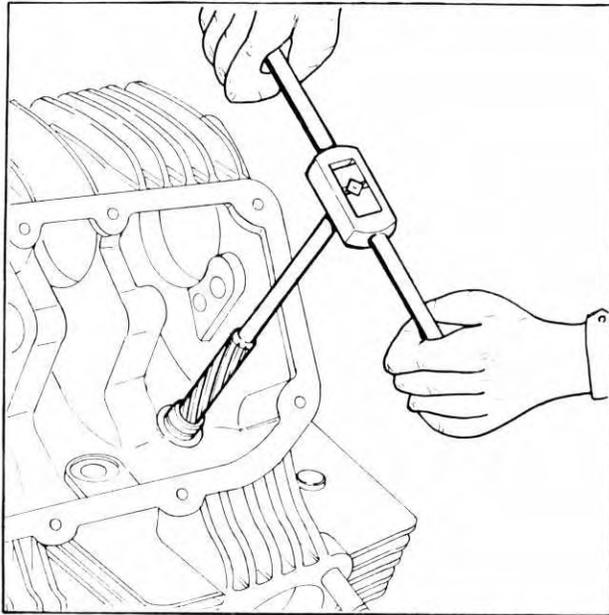

Fig. 53
- Dopo il piantaggio delle nuove guide, procedere alla alesatura del foro interno (fig. 53). L'alesatore ( $\varnothing$  8 mm) va ruotato continuamente nello stesso senso e va estratto dalla guida mentre si continua a ruotarlo.
- After fitting new valve guides ream them to size, to establish the specified clearance with the valve stem, and to provide them with a proper surface finish (fig. 53). The reamer ( $\varnothing$  8 mm) must be rotated always in the same direction. Go on rotating the reamer, when you remove it from the guide.